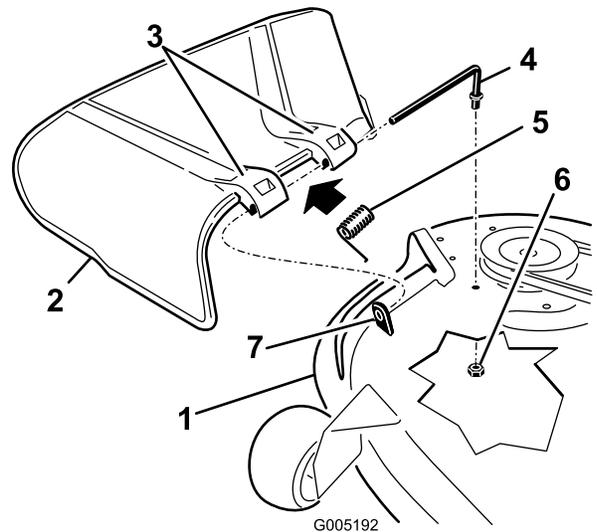

Figura 77
1. Retire la tuerca ($\frac{3}{8}$ ") de la varilla (debajo del cortacésped) (Figura 77).
2. Retire la varilla del espaciador corto, del muelle y del deflector de hierba (Figura 77).
4. Vuelva a colocar el deflector de hierba (Figura 77).
7. Deslice la varilla por el segundo soporte del deflector de hierba (Figura 77).
9. Sujete el extremo trasero de la varilla al cortacésped con una tuerca ($\frac{3}{8}$ "), según se muestra en Figura 77.